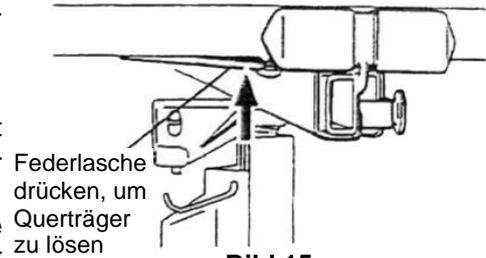

Bild 15
3. Entfernen Sie die Querträger, indem Sie die untere Federlasche drücken und die Querträger dann aus der keilförmigen Aufnahme herauschieben (**Bild 15**).